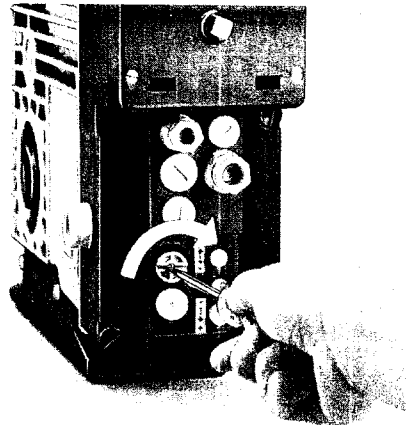

Abb. 5
- Gelben Taster drücken und gelbes Einstellrändel mit Schraubendreher oder Münze in »-« Richtung (gegen Uhrzeigersinn) drehen, bis Antrieb stoppt. Dann in » + « Richtung (im Uhrzeigersinn) drehen, bis gewünschte Endlage erreicht ist (siehe Abb. 5).
- Abdeckkappe für Endlageneinstellung abnehmen (siehe Abb. 2) und Einstellung der Endlagen vornehmen. Siehe auch Abschnitt Einstellung der Endlagen und Abb. 5.